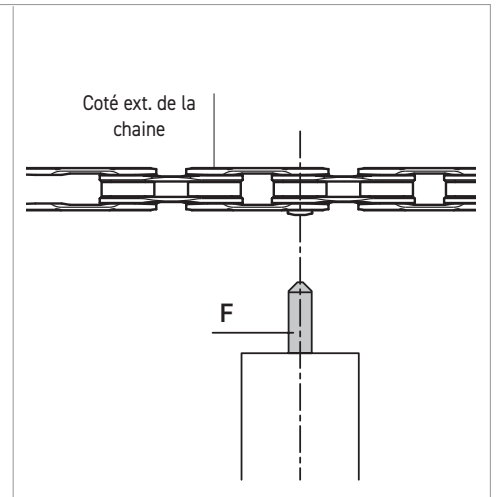

Fig.18
- Contrôlez que la pointe conique du poinçon est en axe avec le centre de la bague ULTRA-LINK 5-CN-SR700 (Fig. 18).